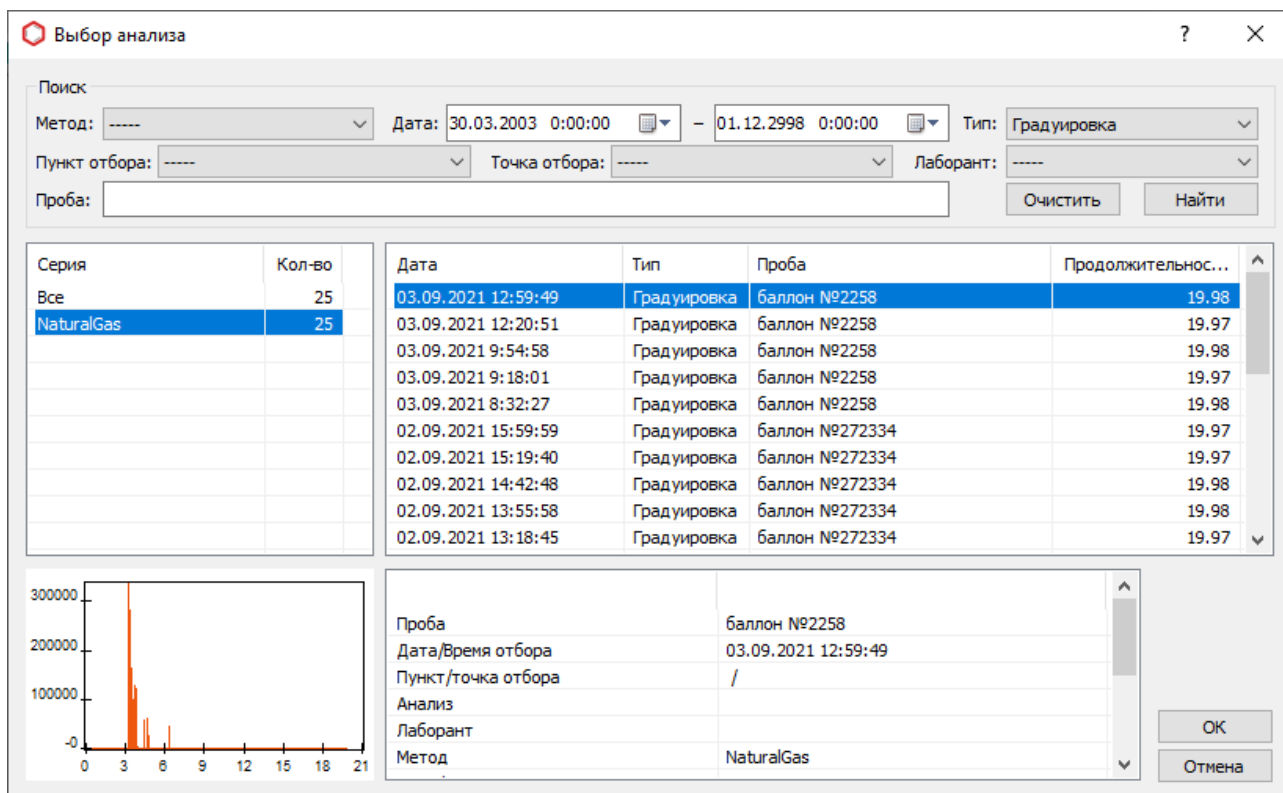

Рис. 40: Окно «Выбор анализа»
1. На панели управления нажмите  **Открыть**. Эта функция также доступна в меню *Хроматограмма*. Откроется окно *Выбор анализа* (Рис. 40).